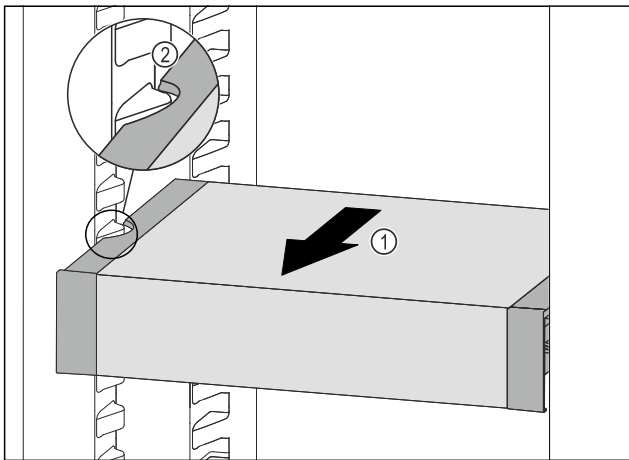

Fig. 200
- ▶ Вытягивайте VarioSafe вперед Fig. 200 (1), пока боковые выемки VarioSafe не окажутся на высоте выступа резервуара в холодильном отделении. Fig. 200 (2)